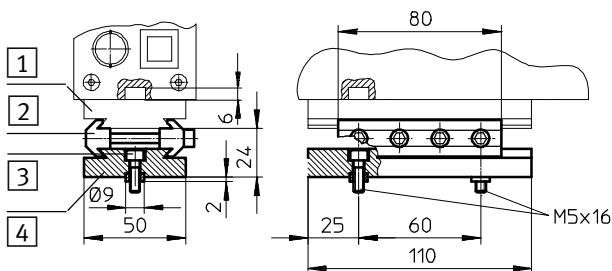

Fig. 2/2: Fijación del Checkbox con el kit de conexión HMSV-12
- el Checkbox y el dispositivo de transporte estén fijados entre sí de forma estable (Fig. 2/3)